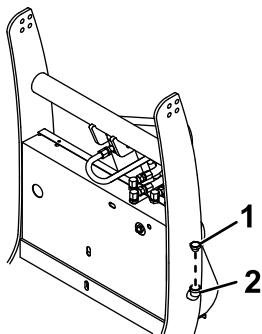

Bild 41
2. Reinigen Sie den Bereich um den Fülldeckel (Bild 41).